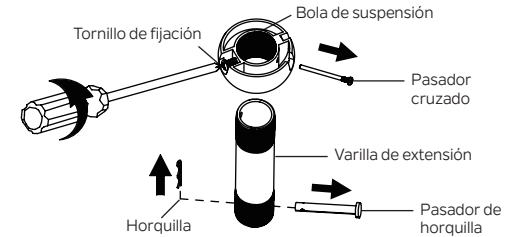

Figura 6
Paso 2. Retire la horquilla y el pasador de horquilla del conjunto de la varilla de extensión, guárdelos para usarlos posteriormente. Retire la bola de suspensión del conjunto de la varilla de extensión aflojando el tornillo de fijación, quitando el pasador transversal y deslizando la bola fuera de la varilla. (Figura 6)